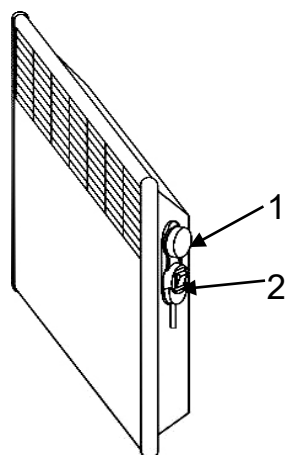

Рис. 6
4.8 Переведіть клавішу вимикача в положення «0», встановіть ручку термостата в положення «❄» (поєднайте знак «❄» на ручці з міткою на корпусі блоку управління конвектором). Конвектор готовий до роботи (розташування органів керування конвектором наведено на рис. 6).